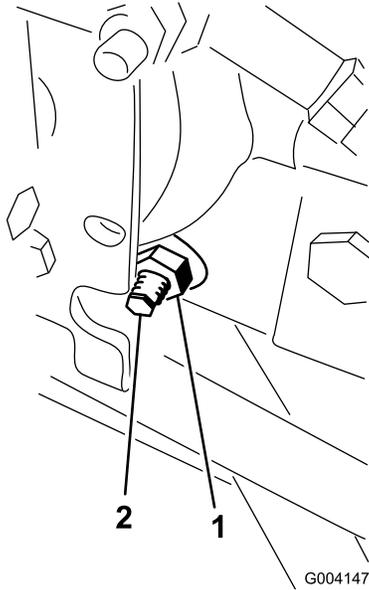

图62
3. 在静液压泵的右侧，松开牵引调节凸轮（图62）上的锁紧螺母。